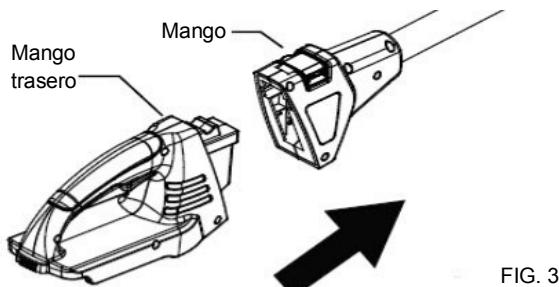

FIG. 3
3. Inserte el mango trasero en el extremo del polo telescopico. (Fig. 3) Presione el botón de liberación rápida. Cerciórese de que el botón de liberación encaje con firmeza para asegurar correctamente el mango.